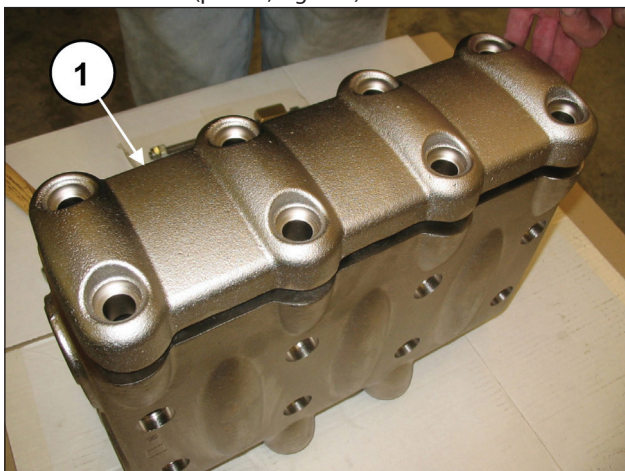
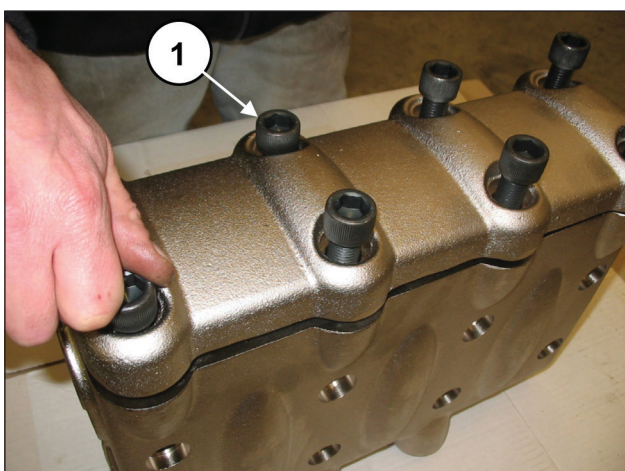

Fig. 115
Fig. 116
Al terminar de montar los grupos y el tapón de la válvula, aplicar la tapa de las válvulas (pos. ①, Fig. 115) y apretar los 8 tornillos M16x55 (pos. ①, Fig. 116).